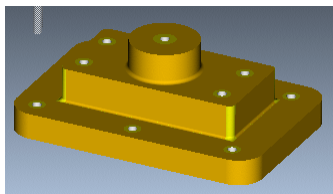

图 4.1.33 动态仿真
Step1. 在“钻孔”操控板中，单击按钮，系统弹出“VERICUT 7.1.5 by CGTECH”窗口，单击按钮，运行结果如图 4.1.33 所示。